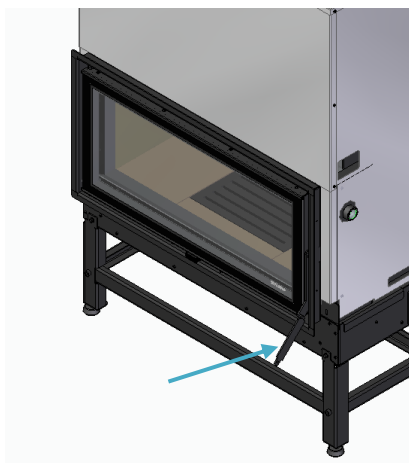

Figure 17
n) Sur les modèles avec une porte se déplaçant horizontalement, vérifiez à l'aide de l'outil que la porte peut s'ouvrir facilement et que, lorsqu'elle est fermée, le joint de la porte est en contact avec le panneau avant, Figure 17;